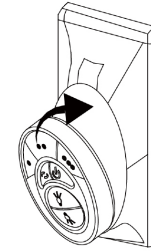

Figura 26
Paso 1. Para colocar el transmisor en la placa de pared, coloque primero el extremo inferior y luego presione la parte superior en la placa de pared. El transmisor ahora está sujeto a la placa de pared y funcionará desde aquí. (Figura 26)